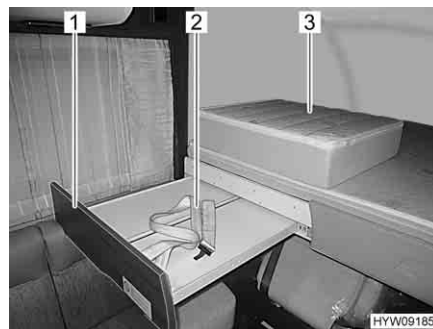
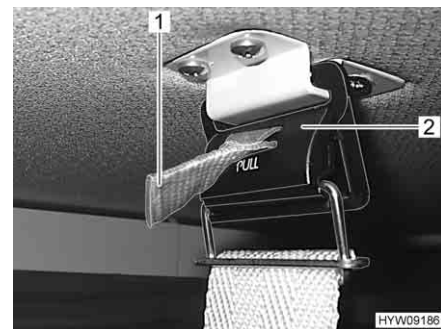
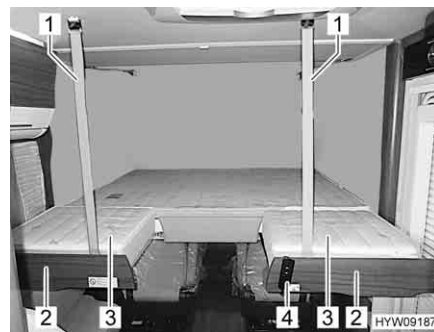

Fig. 94 Base estraibile (letto basculante longitudinale)
Fig. 95 Chiusura (cintura di ritegno)
Fig. 97 Letto basculante longitudinale
- Estrarre le basi estraibili (Fig. 94,1) da entrambi i lati fino a battuta.
- Fissare le cinture di ritegno (Fig. 94,2) al soffitto. Le chiusure (Fig. 95,2) sono magnetiche e si fissano semplicemente avvicinandole.
- Posizionare i cuscini aggiuntivi (Fig. 94,3) sulle basi estraibili.
- Rimuovere i cuscini aggiuntivi (Fig. 97,3) dalle basi estraibili e stivarli in modo sicuro.
- Staccare le cinture di ritegno (Fig. 97,1) e riporle nelle basi estraibili. Per staccare le chiusure (Fig. 95,2) tirare in corrispondenza del nastro rosso (Fig. 95,1).
- Fare scorrere entrambe le basi estraibili (Fig. 97,2) nel letto basculante fino a battuta.
- ▷ L'apertura e la chiusura del letto basculante avviene elettricamente mediante l'elemento di comando (Fig. 97,4). Il funzionamento è lo stesso di quello a comando manuale.